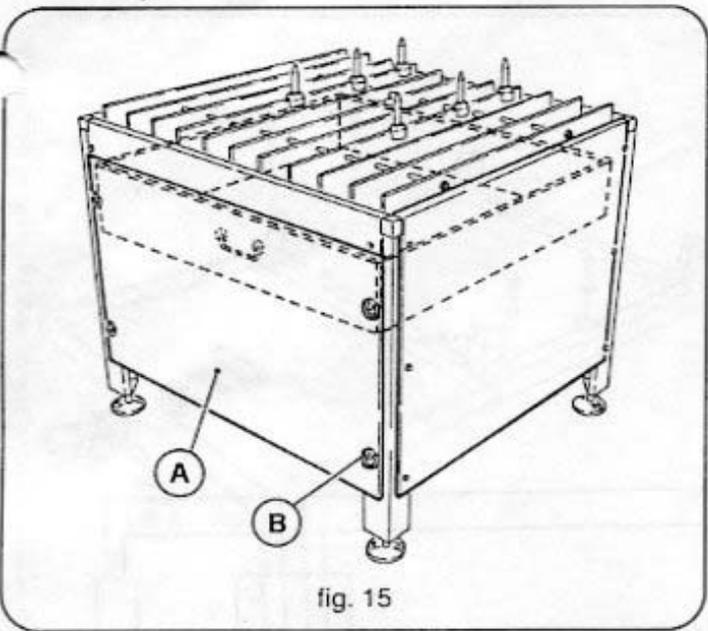

fig. 15
- Das Wasserbecken einsetzen. Die Griffe müssen wie in Abb. 15 gezeigt angeordnet sein.
- Den Rost auf dem Tisch anordnen (Abb. 15).
- Die langen bzw. die kurzen Spitzen in die Spitzenhalter schrauben und diese so am Rost befestigen (Abb. 15), daß das zu bearbeitende Werkstück ordnungsgemäß gehalten wird.